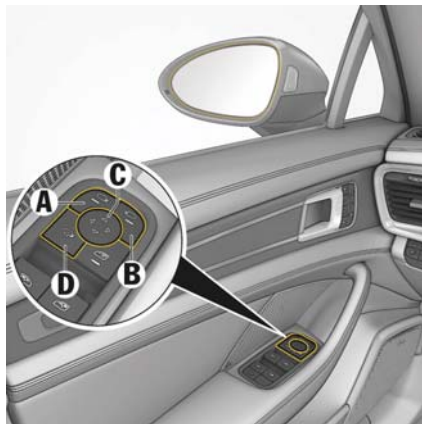

図 158: 外部・ミラー・コントロール・パネル
- ▶ ボタンDを押してください(図158)。ドア・ミラーが格納または復帰します。